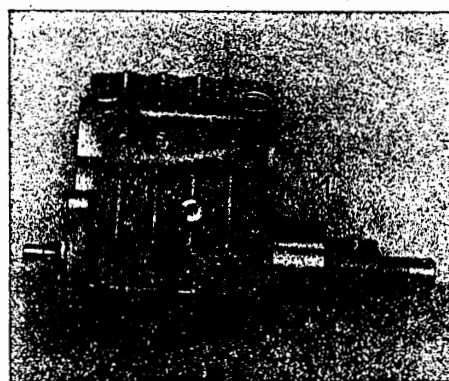

Bild M 149. Nockenwelle mit Abzieher (Werkzeug Nr. W 247) abziehen (1)
9. Nockenwelle mit Abzieher (Werkzeug Nr. W 247) abziehen. Der Abzieher wird gleichzeitig zum Ziehen des Lageraußenringes verwendet (Bild M 149).